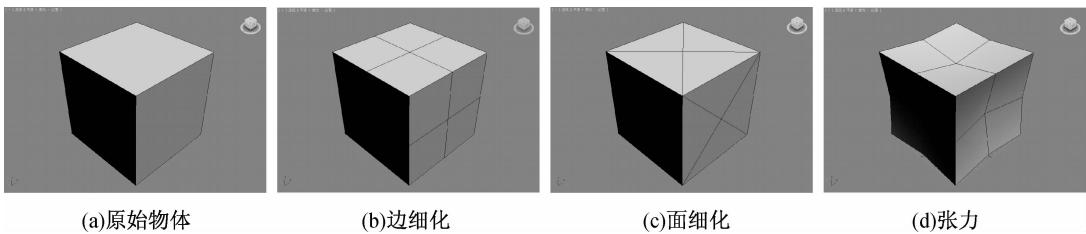

图 5-26 细化处理 ▲
- **细化:**单击其后的按钮,可打开“细化选择”对话框。在“细化选择”对话框中可对物体细分处理以得到更多的面,如图 5-26 所示。